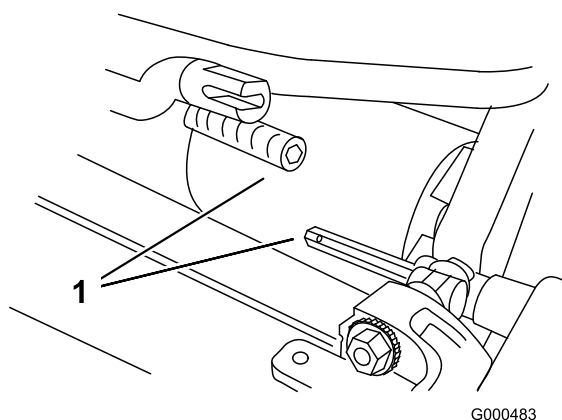

図 48
6. カッティングユニットを5 cmくらい引出し、次に右に引き出してトランスミッションのカップリング（図 48）を外す。